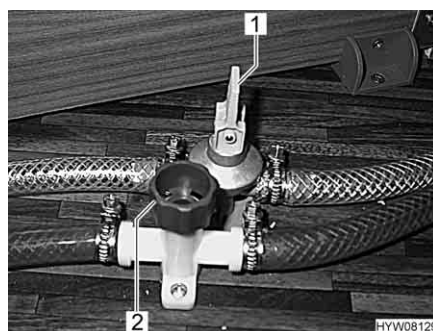

Fig. 131 Rubinetti di scarico
- Chiudere tutti i rubinetti di scarico per il boiler. Posizionare la leva a bilanciere (Fig. 131,1) orizzontalmente o ruotare il tappo (Fig. 131,2) in senso orario.
- Aprire tutti i rubinetti di scarico per il boiler. Posizionare la leva a bilanciere (Fig. 131,1) verticalmente o ruotare il tappo (Fig. 131,2) in senso antiorario.